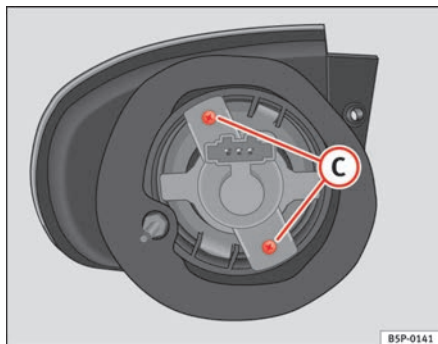

Abb. 187 Blinklicht
- Drehen Sie die Schrauben ⇒ Seite 271, Abb. 187 **(C)** der Lampenfassung heraus und ziehen Sie diese heraus.
- Drehen Sie die Schrauben ⇒ Abb. 187 **C** der Lampenfassung heraus und ziehen Sie diese heraus.